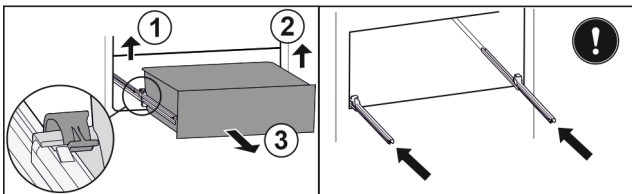

Fig. 119
- ▶ Підняти лівий затискач і одночасно висувний ящик ліворуч потягнути вперед. Fig. 119 (1)
- ▶ Підняти правий затискач і одночасно висувний ящик праворуч потягнути вперед. Fig. 119 (2)
- ▶ Вийняти висувний ящик рухом вперед. Fig. 119 (3)